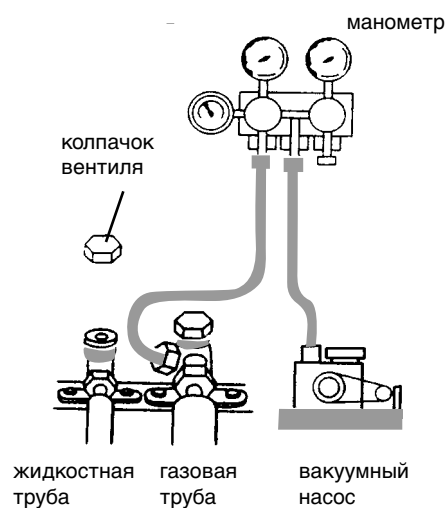

Рис. 10
5. Удалите воздух и жидкость, оставшиеся в системе хладагента с помощью вакуумного насоса (см. рис. 10).
10. Затяните колпачки вентилей (см. рис. 10).